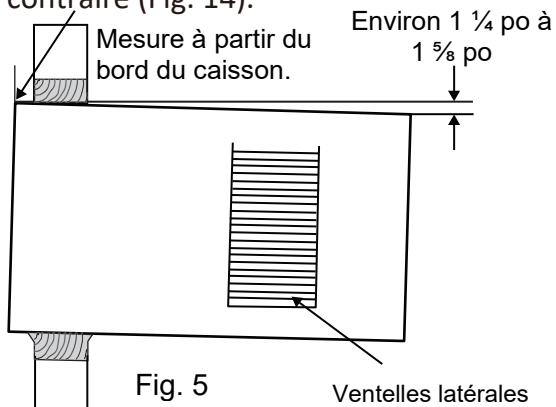

Fig. 5
3. Inclinez le caisson de façon à ce que l'eau puisse s'évacuer. (Voir la Fig. 5 ci-dessous.)